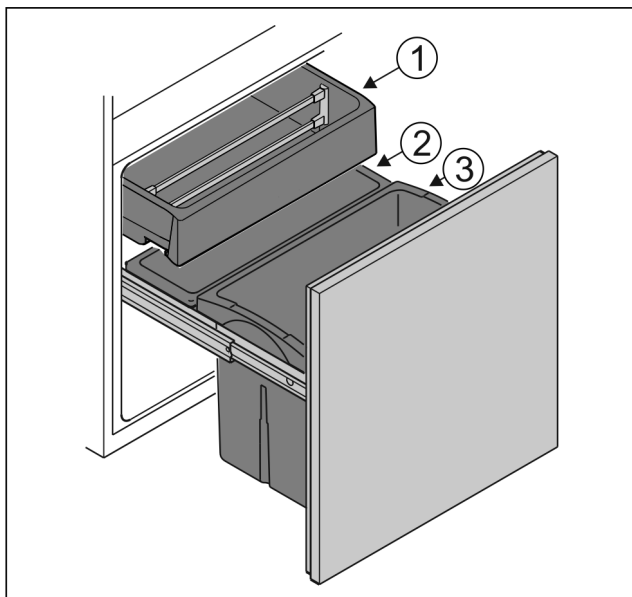

Fig. 6
- ▶ Nádoba Fig. 6 (1): Skladujte nezabalenou zeleninu a jižní plody.
- ▶ Nádoba Fig. 6 (2): Skladujte nezabalené drobné druhy ovoce a zeleniny.
- ▶ Nádoba Fig. 6 (3): Skladujte jednotlivé láhve.